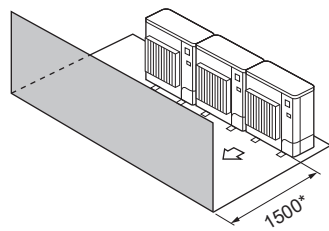

Fig. 2-15
- (3) Obstáculos sólo en la parte delantera (Fig. 2-15)